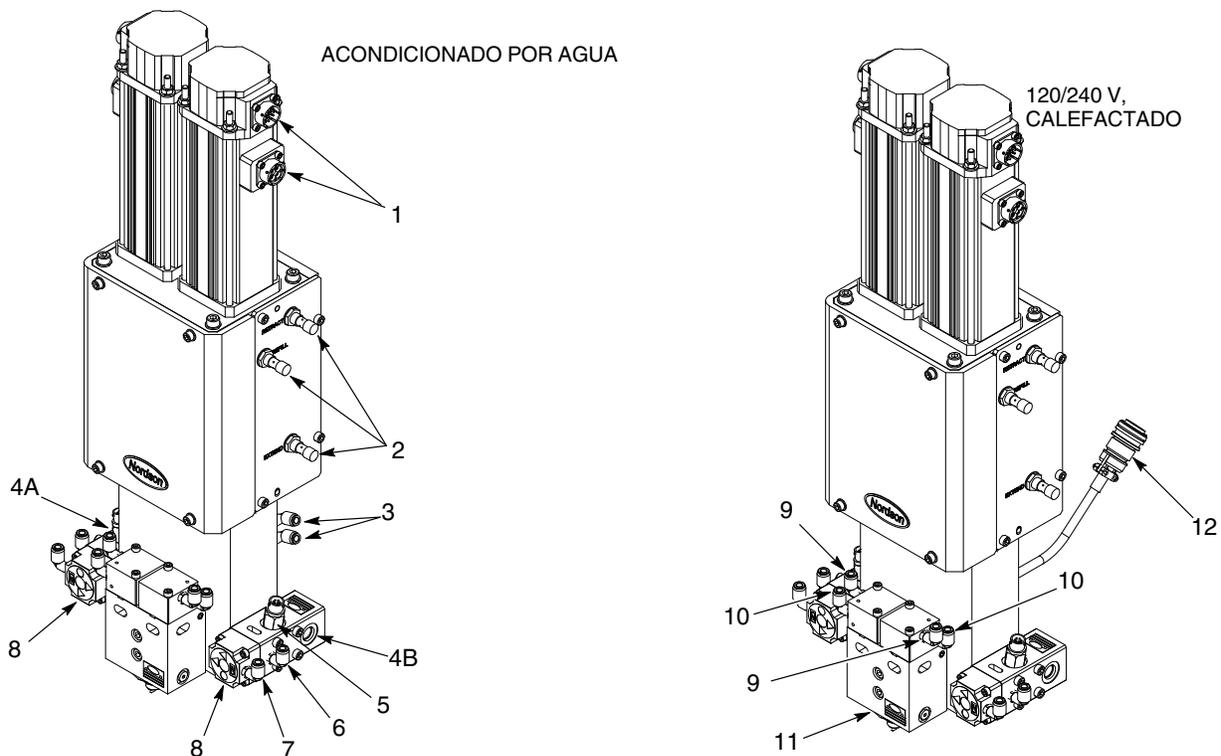

Figura 4 Conexiones típicas
1. Ver la figura 4. Conectar los cables del controlador a los conectores (1).
2. Conectar los cables del controlador a los sensores de proximidad (2).
3. Conectar los cables a los transductores de presión (5).
4. **SOLO VERSIONES CALEFACTADAS:** Conectar el juego de cables (12) al controlador.
2. Ver la figura 4. Conectar las mangueras de material de la base y del catalizador desde los descargadores de gran volumen Rhino hasta el racor del catalizador (4A) y al racor de entrada de material de la base (4B).
3. Conectar las líneas de aire de la válvula de control neumático a los racores de apertura de pistola (10) y a los racores de cierre de pistola (9) en la válvula de salida (11).
4. Conectar las líneas de aire de la válvula de control neumático a los racores de apertura de pistola (6) y a los racores de cierre de pistola (7) en las válvulas de entrada (8).
5. **SOLO VERSIONES DE ACONDICIONAMIENTO POR AGUA:** Conectar los conductos de agua de la unidad de acondicionamiento de temperatura a los racores (3).